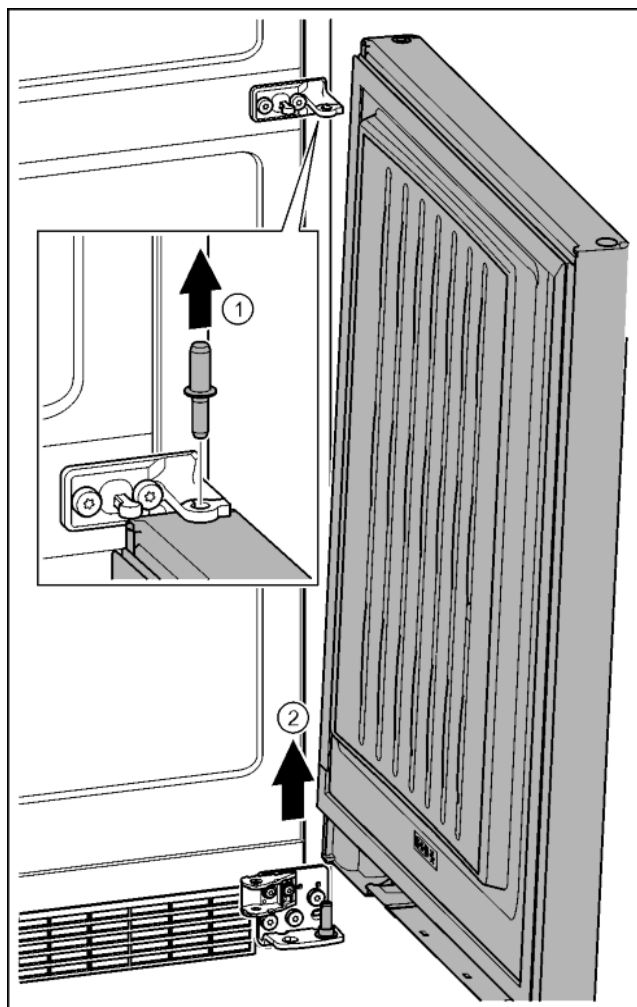

Fig. 22
- ▶ Čap vytiahnite nahor. Fig. 22 (1)
- ▶ Dvere vyklopte von, nadvihnite smerom hore a odložte nabok. Fig. 22 (2)